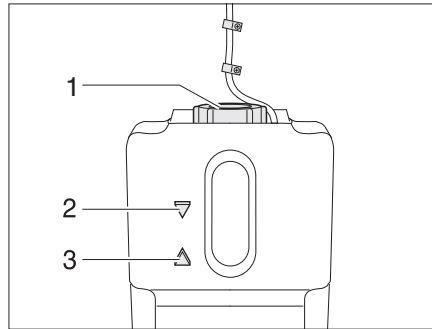

Bild 376 Ausgleichsbehälter Warmwasser-Heizung
- Prüfen, ob am Ausgleichsbehälter (Bild 376) die Flüssigkeit zwischen der Markierung "MIN" (Bild 376,3) und "MAX" (Bild 376,2) steht.
- Am Ausgleichsbehälter den Drehverschluss (Bild 376,1) aufdrehen.